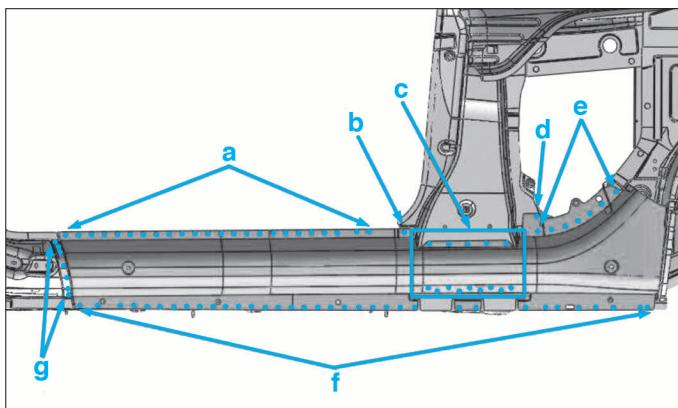

FIG. 74
- Fraisez (Fig.74) :
- des points (b), (c) et (g) par bouchonnage au Mig (Fig.74).